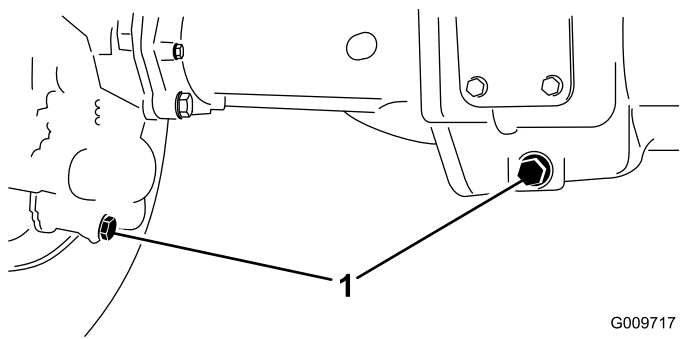

Figura 51
2. Pulite attorno ai 3 tappi di spurgo, 1 per lato ed 1 in centro (Figura 51).